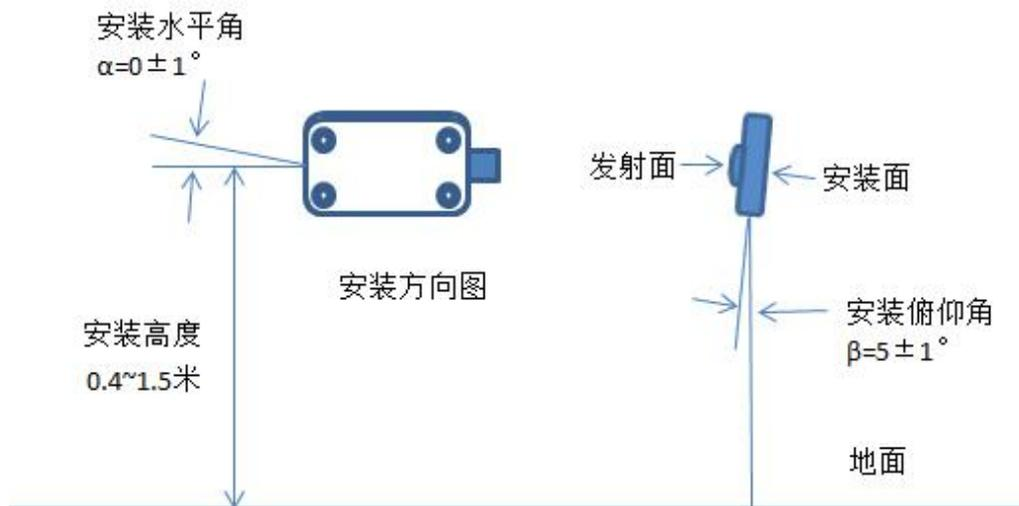

图 5 模块安装示意图
在前、后向检测及相关应用中，CAR28F 安装距地面需有 0.4~1.5 米的高度，雷达天线面朝正前方。安装规范如图 5 所示：
1) 功能测试时，雷达需要依据图 5 推荐的安装参数进行测试。